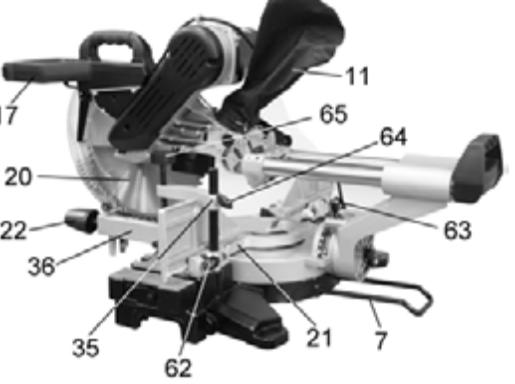

Рис. 12
10.5.7. Параллельность лазерной линии с линией распила на заготовке регулируйте поворотом лазерного указателя (27), предварительно ослабив его крепление винтом (61), Рис.12.
10.5.9. Применение лазерного указателя (27) при работе с пилой позволяет производить точные поперечные, косые, наклонные и комбинированные пропилы.
11. УСТАНОВКА ОБРАБАТЫВАЕМОЙ ЗАГОТОВКИ (Рис.12)